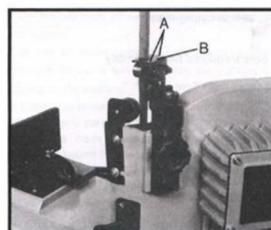

Fig. 3
3. Retirez les deux vis (A, Fig. 3) et la plaque déflectrice (B).